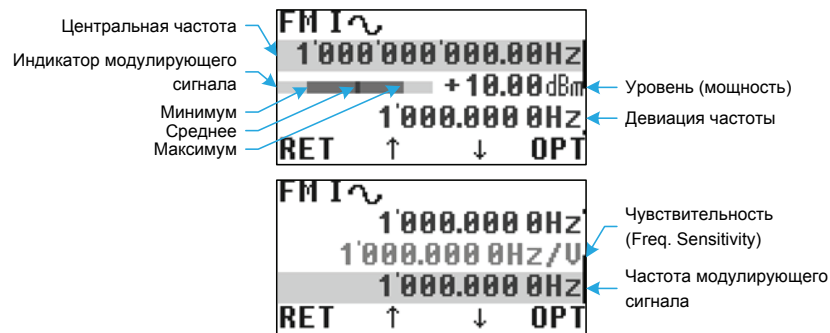

Рис. 18: Режим частотной модуляции (Operation Modes > Freq. Modulation)
Режим частотной модуляции имеет следующие параметры (рис. 18):
В режиме модуляции на экране в виде графической полосы также отображаются параметры модулирующего сигнала: минимальное, максимальное и среднее значение (рис. 18).
- FM Deviation, FM Sensitivity, Int Source Freq – под-меню дублирует соответствующие пункты меню на рис. 18.